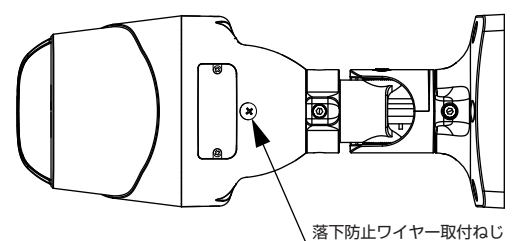

図3 落下防止ワイヤー
4. 落下防止ワイヤー(付属していません。ステンレスワイヤー使用)は一方を壁や天井に、もう一方をカメラ本体の落下防止ワイヤー取付ねじに接続すること。(図3)
ステンレスワイヤー使用)は一方を壁や天井に、もう一方をカメラ本体の落下防止ワイヤー取付ねじに接続すること。(図3)